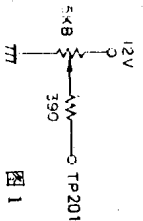

图 1
- (1) 将 38.0 MHz 的载波信号从 VIF 接点输入,载波的输出设定在 $90 \text{ dB } \mu\text{V}$ 。
- (2) 如图 1 所示将自动增益控制 (AGC) VR 连接 TP201, 调节中频 (IF) 自动增益控制 (AGC) 偏压 (BIAS), 使其电压稳定在 8 V (注意此时中频增益将降低 $26 \text{ dB } \mu\text{V}$)。
- (3) 将直流电压为 15 V 的真空伏特表 (更精密测定用) 接至 TP202, 调节 TP201, 使表的指示为最小。